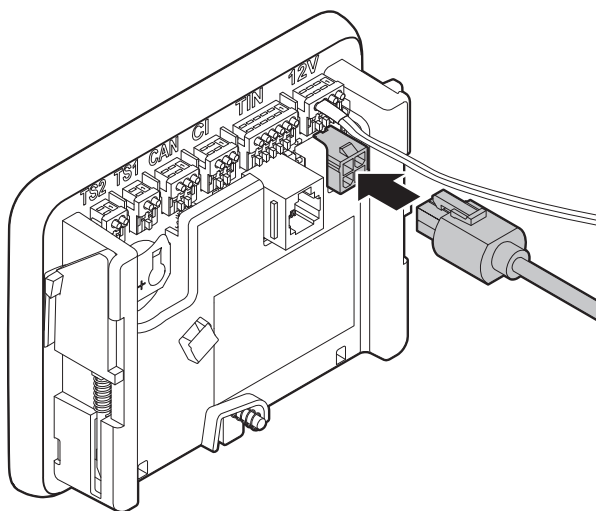

Fig. 6
- Inserte un conector del cable en la conexión de 12 V del panel (Fig. 6).